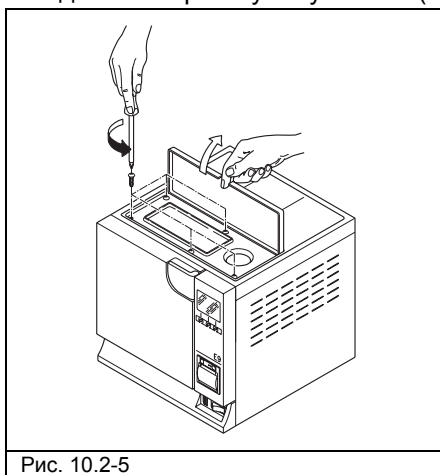

Рис. 10.2-5
- отверните 5 винтов (Рис. 10.2-5);